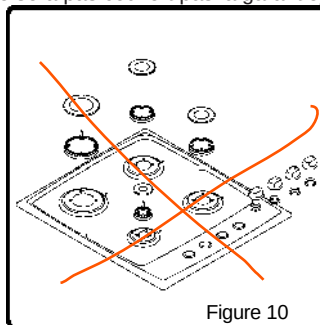

Figure 10
- Retirez le chapeau de brûleur et le brûleur supérieur (Figure 10).